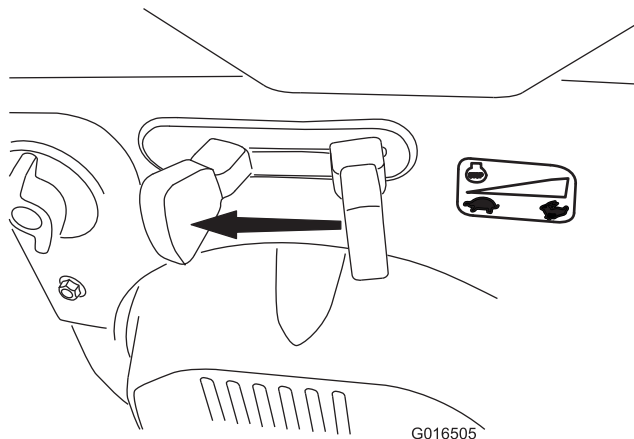

Figure 26
1. Amenez la commande d'accélérateur en position BAS RÉGIME, puis en position ARRÊT (Figure 26) pour couper le moteur. Vous pouvez aussi couper le moteur en tirant la clé de contact vers l'extérieur, à la position centrale.